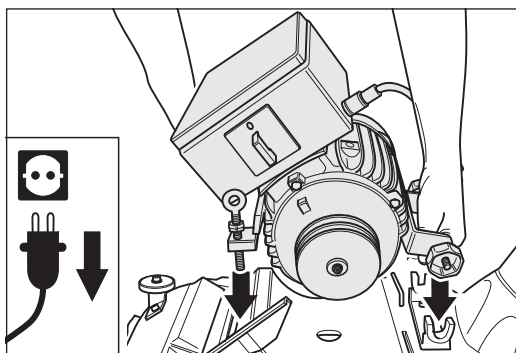
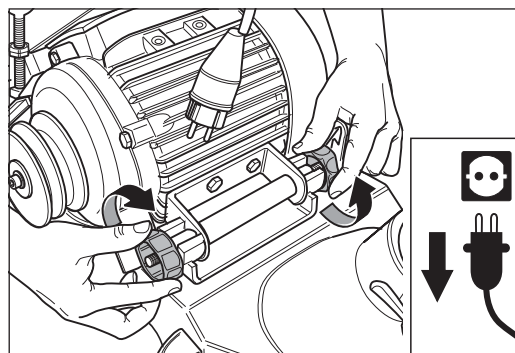

Abb. 63 Den Motor in den Motorlagerbock einsetzen.
Abb. 64 Die beiden Motormuttern leicht anlegen und erst **nach** dem Auflegen und Spannen der Keilriemen festziehen.
- 5 Setzen Sie den Motor in den Motorlagerbock ein (Abb. 63) und legen Sie die beiden Motormuttern leicht an (Abb. 64).
- 7 Ziehen Sie die beiden Motormuttern fest (Abb. 64).